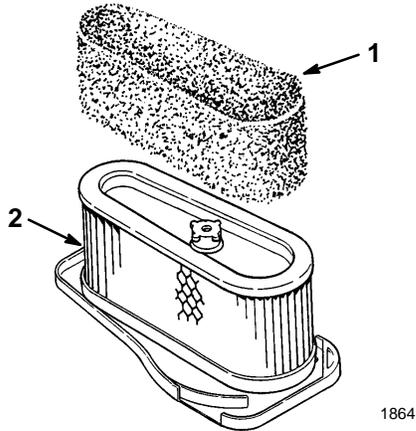

Abbildung 26
4. Vorsichtig den Schaumeinsatz vom Papiereinsatz schieben (Abb. 26).